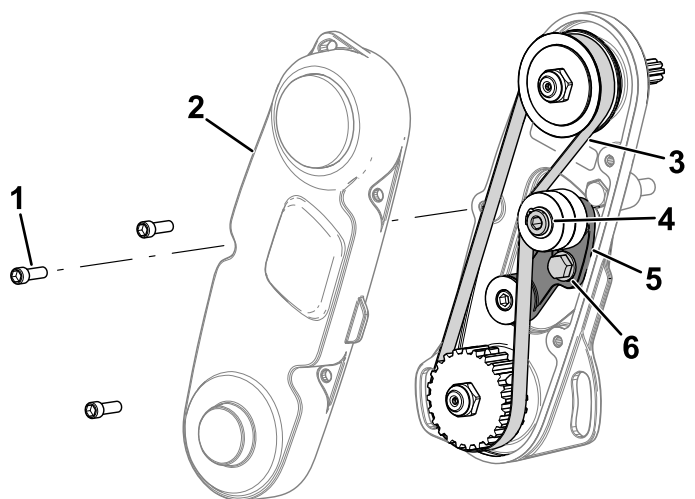

Figure 4
3. Déposez le protège-courroie pour exposer la courroie (Figure 4).
4. Desserrez le boulon du bras de la poulie de tension et faites pivoter le bras (Figure 4) pour détendre la courroie.
5. Retirez la courroie (voir Figure 4).
6. Installez la courroie et tendez-la en exerçant un couple de 6 à 7 N·m dans l'alésage hexagonal du bras de la poulie de tension, comme montré à la Figure 4.